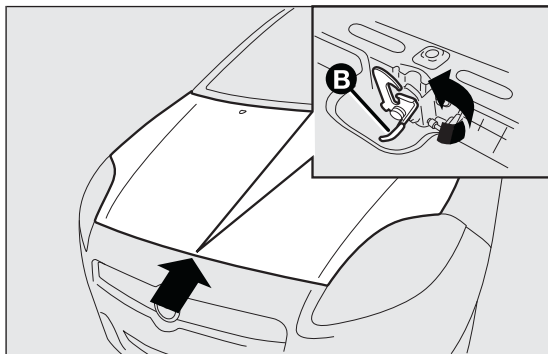

fig. 85
- ☐ tirar de la palanca B fig. 85 y abrir el capó.